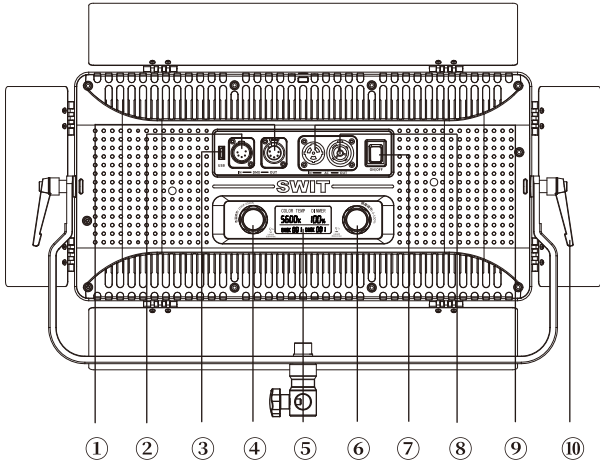

图4 PD-100B背面视图
本品色温参数调控范围: 2700K-6500K, 最小调控步进50K; 亮度参数调控范围: 0%-100%, 最小调控步进1%。灯具参数调控支持本机调控及DMX调控两种调控方式。用户可根据使用需求, 通过DMX灯控台或参数调节旋钮(图4 ④/⑥)调控灯具的色温、亮度参数。
长按参数调节旋钮(图4 ④/⑥)约2s即可根据使用需求进行通信地址设置。LCD数码管字段闪烁表示当前位被选定, 旋转参数调节旋钮(图4 ④/⑥)设置当前位, 按压参数调节旋钮(图4 ④/⑥)确定当前位的设置并进入下一位的设置, 当完成最后一位的设置时, 按压参数调节旋钮(图4 ④/⑥)或等待约5s, 退出通信地址的设置。
① M3*16螺丝